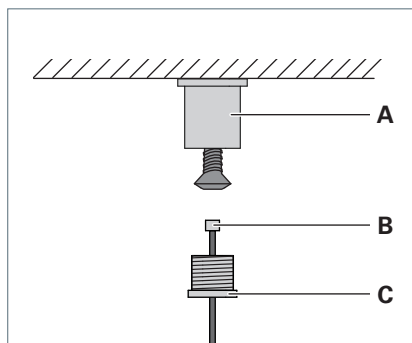

Fig. 2: Monter la fixation pour plafond.
- Vissez au plafond la douille **A** en utilisant une vis appropriée, voir Fig. 2.